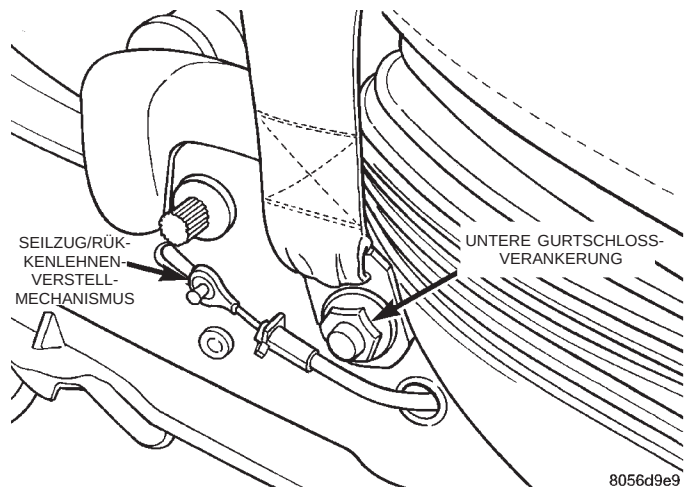

Abb. 5 Untere Gurtschloßverankerung und Seilzug des Rückenlehnen-Verstellmechanismus
(6) Haltemutter lösen, mit der die untere Gurtschloßverankerung am Sitzrahmen befestigt ist (Abb. 5).
(7) Haltemutter und Unterlegscheibe lösen, mit der das Gurtschloß am Sitzrahmen befestigt ist.
(8) Gurtschloß vom Sitzrahmen lösen.
(9) Halteclip der Seilzugöse des Verstellmechanismus lösen (Abb. 5).
(10) Seilzug des Rückenlehnen-Verstellmechanismus vom Hebel der Sitzverstellung aushängen und zurück durch die Öffnung der Sitzverstellung verschieben.
- (2) Rückenlehne am Sitzrahmen ansetzen.
- (3) Befestigungsschraube ansetzen, mit der die Führungsschraube am Sitzrahmen befestigt ist und mit einem Anzugsmoment von 45,3 N·M (33.3 ft. lbs.) festziehen.
- (4) Schwenkbolzen einsetzen, mit denen die Rückenlehne am Sitzrahmen befestigt ist und mit einem Anzugsmoment von 45,3 N·m (33.3 ft. lbs.) festziehen.
- (5) Entriegelungs-Verbindungsgestänge an der Rückenlehne montieren (nur Beifahrerseite).
- (6) Zugehörige Unterlegscheibe und Sicherungsring einsetzen (nur Beifahrerseite).
- (7) Sitzpolster anbringen.
- (8) Seilzug des Rückenlehnen-Verstellmechanismus in die Sitzverstellung einführen und Halteclip der Seilzugöse in den Sitzverstellhebel einhängen.
- (9) Neuen Halteclip der Seilzugöse des Rückenlehnen-Verstellmechanismus am Hebel des Sitzrahmens einsetzen (Abb. 5).
- (10) Unterlegscheibe des Gurtschlusses an der Befestigungsschraube seitlich am Sitzverstellmechanismus anbringen.
- (11) Gurtschloß an der Befestigungsschraube seitlich am Sitzverstellmechanismus ansetzen und mit der Haltemutter fixieren.
- (12) Neue Haltemutter ansetzen und festziehen, mit der das Gurtschloß am Sitzverstellmechanismus befestigt ist.
- (13) Untere Gurtschloßverankerung an der Befestigungsschraube am Sitzverstellmechanismus ansetzen.
- (14) Sicherstellen, daß der Sicherheitsgurt so verlegt ist, daß er bei Eingreifen in das Gurtschloß nicht verdreht ist.
- (15) Neue Haltemutter einsetzen, mit der die untere Gurtschloßverankerung am Sitzrahmen befestigt ist (Abb. 5).